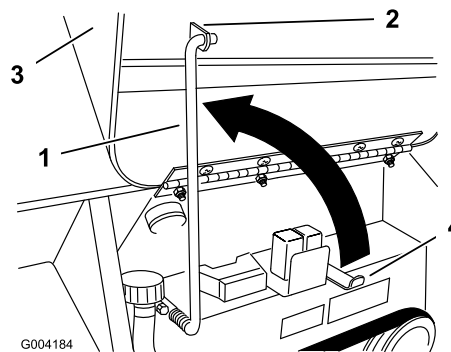

Figure 22
4. Relevez la béquille et engagez-la dans la patte sur le capot (Figure 22).